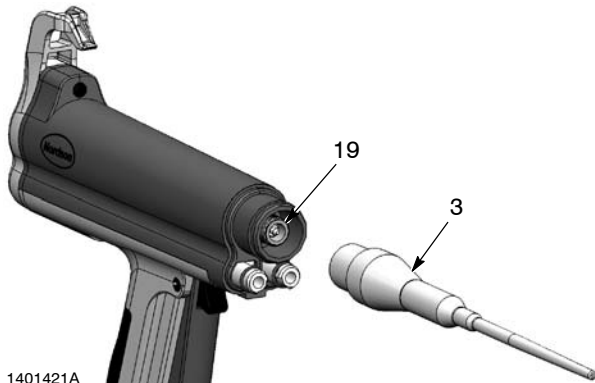

Abb. 16 Widerstandshalter abnehmen
4. Siehe Abbildung 16. Den Widerstandshalter (3) aus dem Spannungsvervielfacher (19) schrauben.
5. Siehe Abbildung 16. Den Widerstandshalter auf den Spannungsvervielfacher schrauben.
4. Siehe Abbildung 16. Den Widerstandshalter auf den Spannungsvervielfacher schrauben.